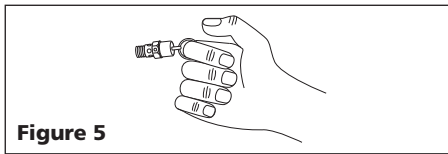

Figure 5
2. Porter des lunettes de sécurité, tirer l'anneau sur la soupape de sûreté (voir les Figure 5) pour dégager la pression du réservoir du compresseur. Utiliser l'autre main pour éloigner l'air se déplaçant rapidement du visage.
2. Tirer la bague sur la soupape de sûreté et la permettre de retourner à la position normale (Figure 5).